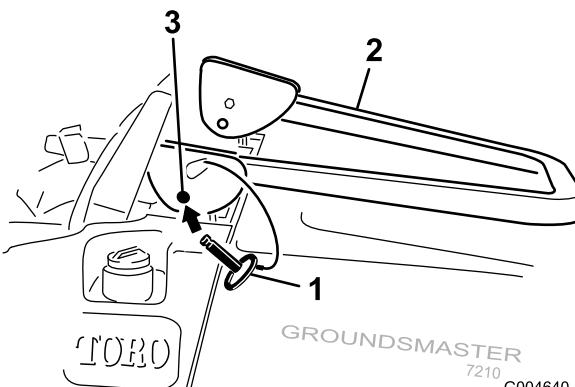

Figura 14
2. Baixe por completo a barra de segurança (Figura 14).